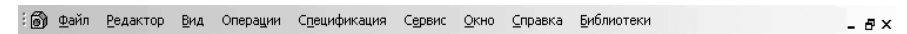

Рис. 3.4. Вторая строка главного окна системы в режиме создания детали
- пункты главного меню в средней части второй строки (рис. 3.4).